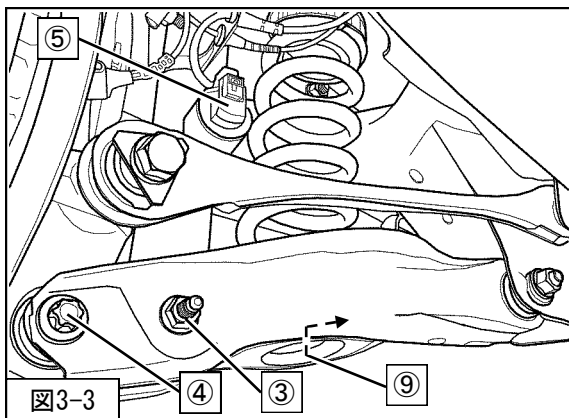
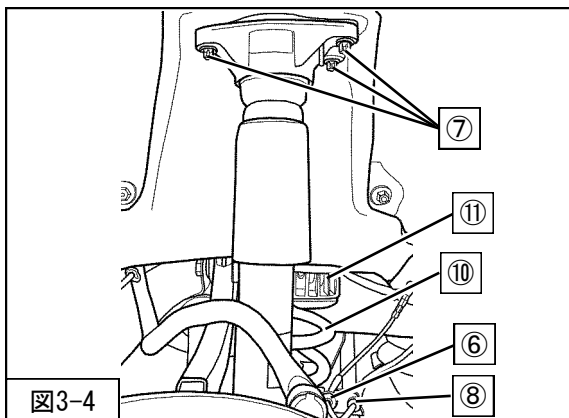

図3-3
図3-4
4. ③リアショックアブソーバASSYロア取付ボルト・ナット
④リアサスペンションASSYロアアームNo.2取付ボルト・ナットを取外してください。(図3-3)
⑤コネクターを取外してください。(図3-3)
6. ⑥ワイヤハーネス
⑦リアショックアブソーバASSYアッパー取付ナットを取外してください。(図3-4)
⑧ワイヤハーネスを取外してください。(図3-4)
⑨リアスプリングロアシート
⑩リアスプリング
⑪リアスプリングアッパーシートを取外してください。(図3-3・3-4)